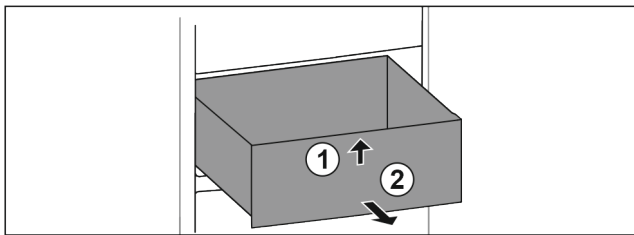

Fig. 137
- Nadzvedněte zásuvku vpředu. Fig. 137 (1)
- Vyjměte zásuvku dopředu. Fig. 137 (2)